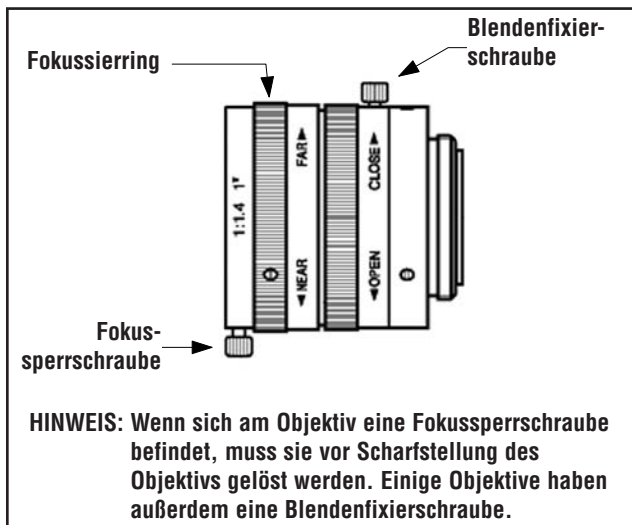

Abbildung 4-2. Fokussiering und Fixierschrauben am Objektiv
- d. Stellen Sie das Objektiv durch Drehen des Fokussierings (in Abbildung 4-2 gezeigt) ein, bis der maximale Fokuswert erreicht wird. Siehe "Fokussieren des Objektivs" auf Seite 26.